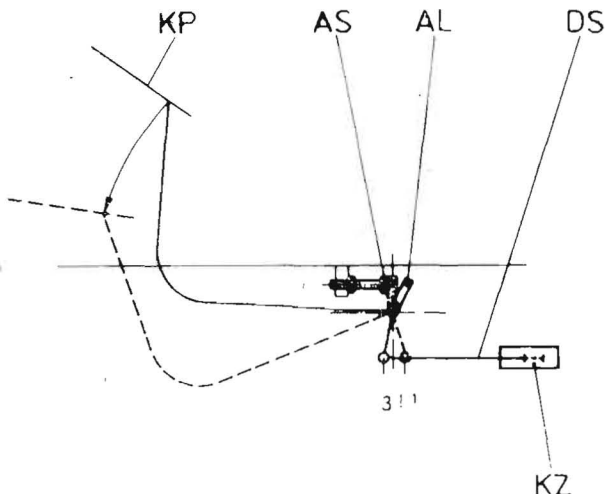

Bild 6/68
Am Kupplungszylinder (KZ) muß die Druckstange (DS) ein Spiel von $1 \pm 0,5$ mm aufweisen, bevor im Kupplungszylinder Druck aufgebaut wird (Bild 6/68).